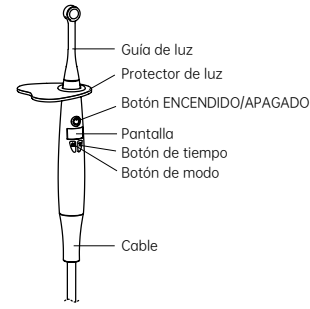

Figura 1
c) Instale el protector de luz como se muestra en la figura 1.